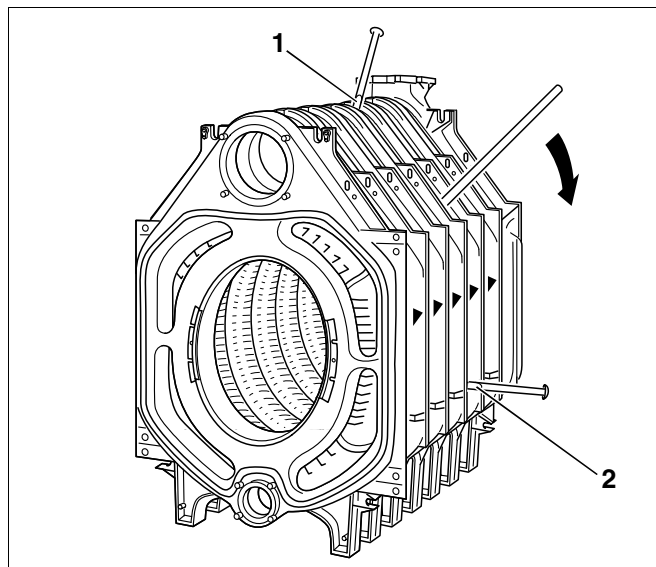

Рис. 27 Разъединение секций котла
- Вставив (забив) клинья или зубило в предусмотренных для этого местах (рис. 27, поз. 1 и 2, сверху и снизу между секциями) разобрать котел в месте утечки.